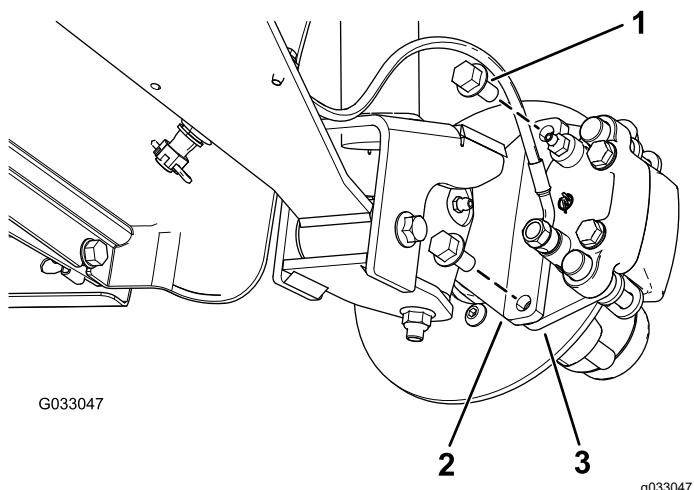
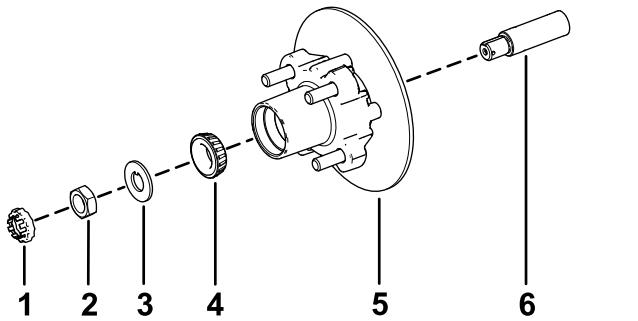

图 33
图 37
3. 卸下将制动器总成支架固定到主轴的凸缘头螺栓  $\frac{3}{8} \times \frac{3}{4}$  英寸将制动器与主轴分开 图 33。
1. 在主轴上涂上薄薄一层指定润滑脂 **图 37**。
- 将轮毂和转子组装到带内转子的主轴上图 37。
- 将外置轴承组装到主轴上并将轴承放置到外置座圈内图 37。
- 将止动垫圈组装到主轴上图 37。
- 将主轴螺母拧到主轴上上紧螺母扭矩至  $15\text{N}\cdot\text{m}$  同时旋转轮毂将轴承调整到位图 37。
2. 将刹车踏板与转子的任意一侧对齐图 33 将制动盘托盘中的孔与主轴机架的制动器安装架中的孔对齐图 37。
3. 用 2 个凸缘头螺栓  $\frac{3}{8} \times \frac{3}{4}$  英寸将卡钳支架固定到主轴机架上图 33。